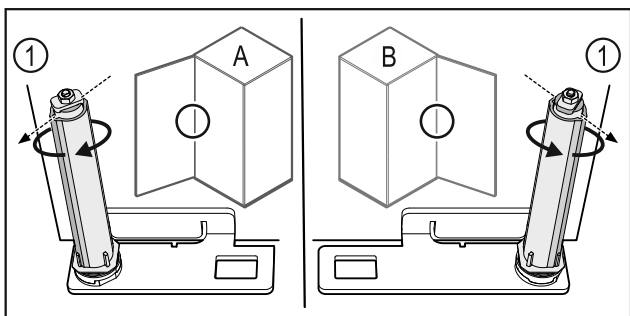

Fig. 56 Hapja majtas (A) / Hapja djathtas (B)
- Rrotulloni sistemin e mbylljes kundër rezistencës, derisa shufra e sistemit të mbylljes Fig. 56 (1) të jetë drejtuar nga jashtë.